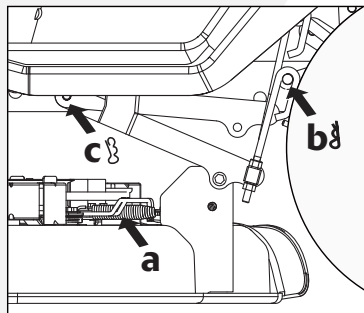
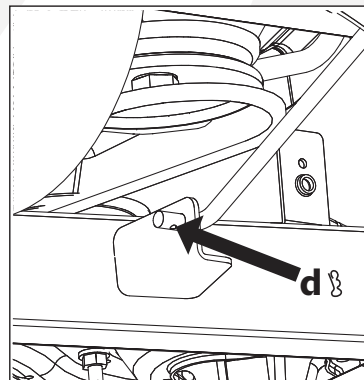

Fig. 26
Fig. 27
4. Desconecte el resorte del cable (a, Fig. 26) que conecta la cubierta al tractor.
5. Retire los 5 pasadores de enganche, 2 en la izquierda (b y c, Fig. 26), 2 en la derecha (la misma posición que se muestra en la izquierda) y 1 al frente (d, Fig. 27) que aseguran la cubierta en su lugar.